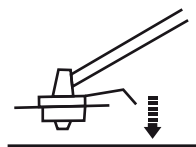

Fig. 16
- > La tête du coupe-herbe comporte un butoir [28] permettant de couper le fil de coupe [28] en cours d'utilisation. Pour rallonger le fil de coupe, tapotez le butoir contre une surface dure (fig. 16).